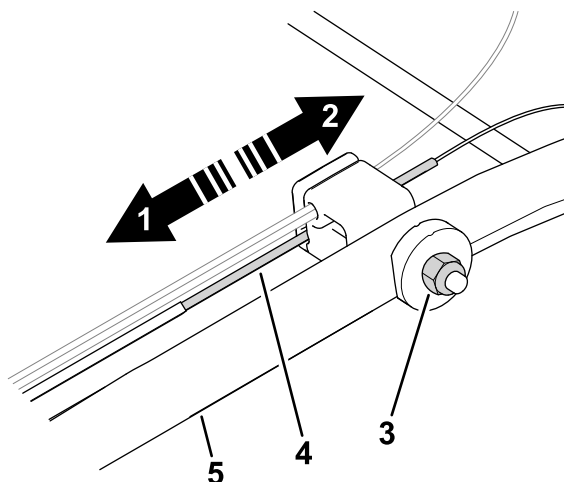

Figura 23
1. Girate il dado di regolazione in senso antiorario per allentare la regolazione del cavo (Figura 23).
2. Regolate la tensione del cavo (Figura 23) tirandolo indietro o spingendolo in avanti e mantenendo quella posizione.